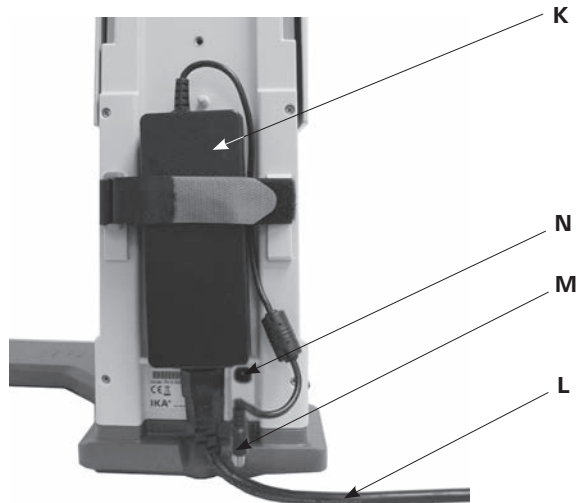

Fig. 9
### 3.) 바탕 화면 전환을 고정 (Fig. 9)
- 뒷면의 전환 어댑터 (K)를 연결합니다. 전환 어댑터 양쪽 탭을 수축하여, 매직 테이프(벨크로)로 고정합니다. 벨크로는 전환 어댑터 밑에 두지 말아야 합니다.
- 연결 소켓(N)에 낮은 전압 커넥터(M)를 연결합니다. (Fig. 9)